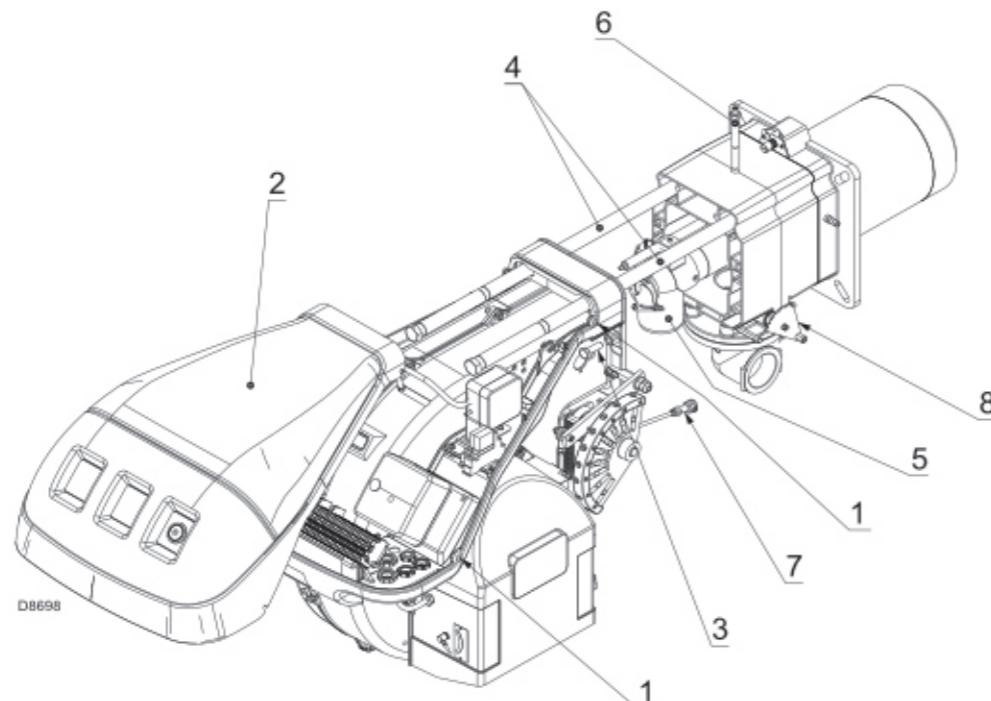

图 39
- 重新拧紧螺丝 3(图 39)，将探针和电极电缆轻轻拉紧。